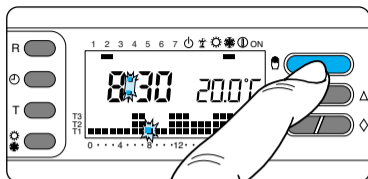

Fig. 57
**Nota.** Per ritornare in funzionamento AUTOMATICO prima dello scadere del tempo programmato premere il pulsante  (fig. 57).